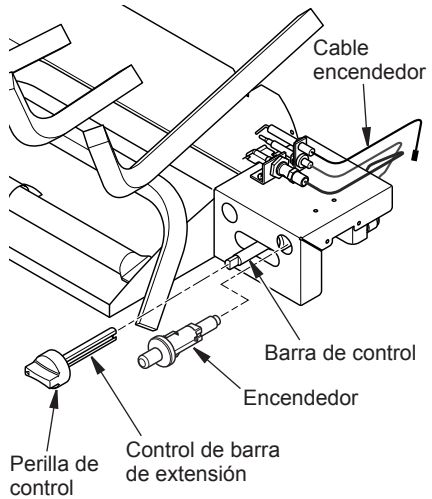

Figura 5
8. Instale la perilla de control a la extensión de las barras de control. Empuje la extensión de la barra de control en la "D" en forma de barra de control a través del orificio central de la tapa como se muestra en la Figura 5.